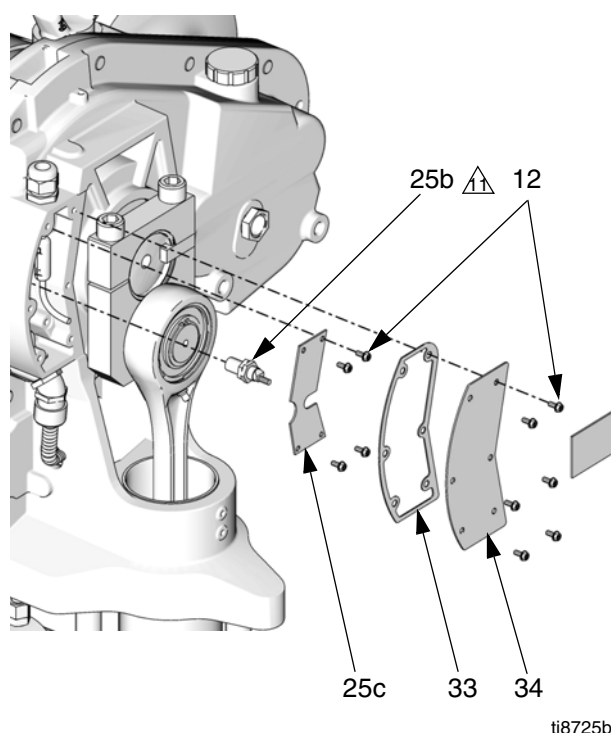

ABB. 14. OT-Sensor
4. Zwei Schrauben (12) und die Abdeckung (32) entfernen.
5. Siehe ABB. 14. Sechs Schrauben (12), die Platinenabdeckung (34) und die Dichtung (33) entfernen.
9. Siehe ABB. 14. Vier Schrauben (12) und die Platine (25c) entfernen.
6. Die beiden Positionssensorkabel und die IS-Schaltbereichsleiter von den beiden Klemmenblöcken (46) trennen. Die Klemmenblöcke aufbewahren. Siehe **Elektro-Schaltpläne**, Seite 10.